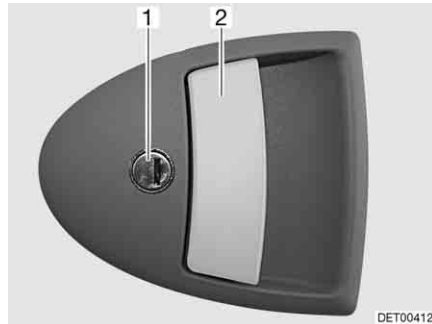

Bild 31 Dörrlås ingångsdörr, utsida
Öppna: ■ Stick in nyckeln i låscylindern (Bild 31,1) och vrid den ända tills dörrlåset har låsts upp.
■ Drag i dörrhandtaget (Bild 31,2). Dörren är öppen.
Låsa: ■ Stick in nyckeln i låscylindern (Bild 31,1) och vrid den ända tills dörrlåset har låsts.